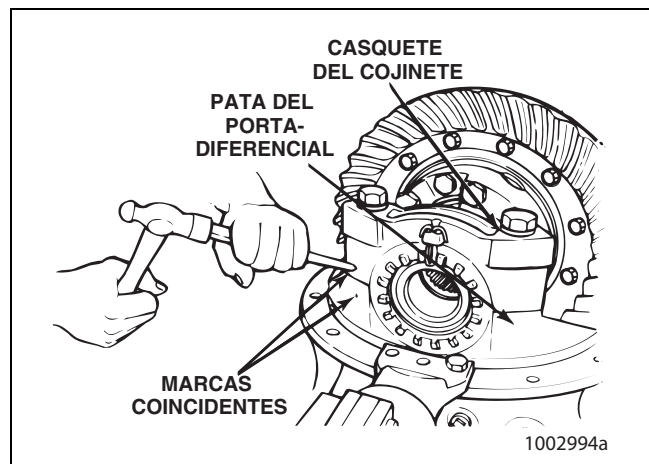

Figura 3.41
2. Use un punzón y martillo para marcar la posición de cada casquete de cojinete en las patas del portadiferencial. Estas marcas le servirán para hermanar correctamente los casquetes a las patas del portadiferencial a la hora de volver a ensamblar. Figura 3.41.